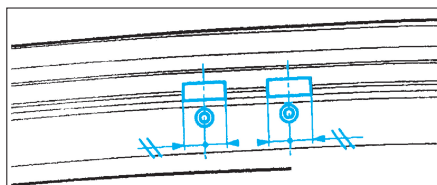

FIG. 61
- Centrer les trous ronds par rapport aux trous rectangulaires pour bien positionner la gouttière (Fig.61).